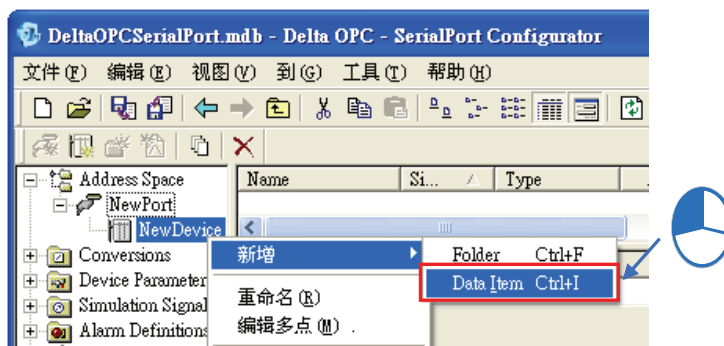

图 3-11 新增 Data Item
Data Item为对应联机目标PLC内的寄存器, 欲新增Data Item时, 请先单击在项目树的已建立的**Device**项目上, 右击鼠标, 在快捷选项中单击**新增 > Data Item**, 如图 3-11; 也可按下图标工具栏的图标, 或是菜单工具栏的**编辑 (E) > 新增 > Data Item**。